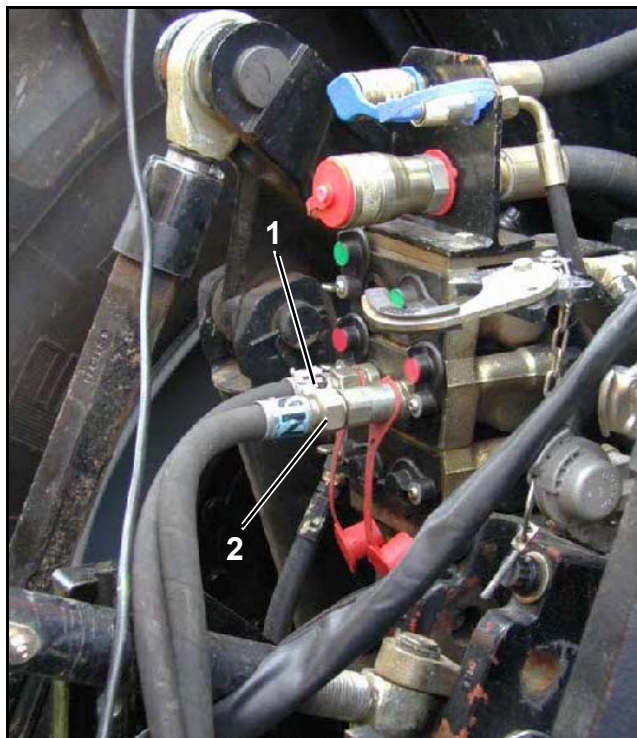

Fig. 8.35
- ≡ 1 distributeur simple effet pour le raccordement au circuit en pression (Fig. 8.35/1).
- ≡ 1 un retour libre pour le raccordement du retour d'huile (Fig. 8.35/2).